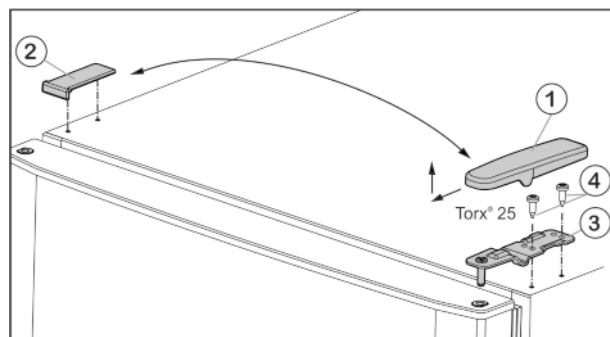

Fig. 6
- Skinite pokrov Fig. 6 (1) prema naprijed i gore.
- Podignite pokrov Fig. 6 (2).
- Odvijte gornji podložak ležaja Fig. 6 (3) (2 puta Torx® 25) Fig. 6 (4) i izvucite ga prema gore.
- Umetnite gornji podložak ležaja Fig. 6 (3) na novu stranu šarke u vrata.
- Čvrsto pritegnite gornji podložak ležaja (**s 4 Nm**) (2 x Torx® 25) Fig. 6 (4). Po potrebi upotrijebite odvijač na baterije.
- Pokrov Fig. 6 (1) postavite izvana na suprotnoj strani tako da se fiksira.
- Pokrov Fig. 6 (2) postavite odozgo na suprotnoj strani tako da se fiksira.